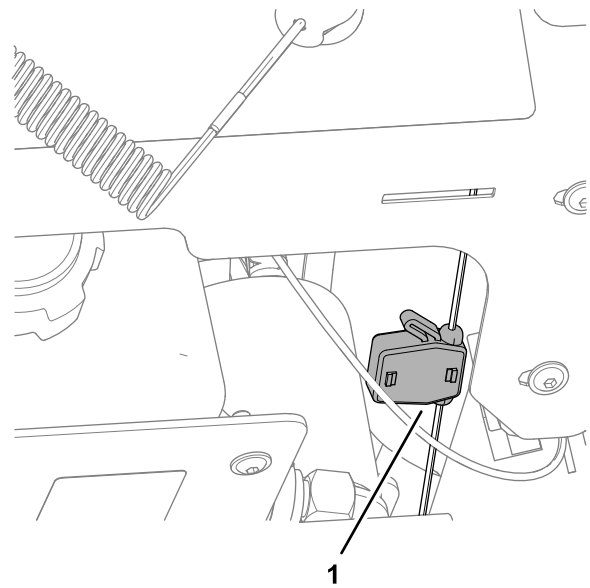
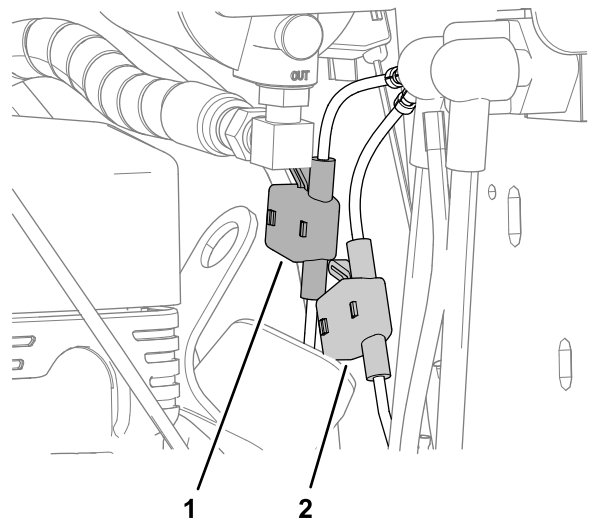

Figura 85
Figura 86
2. Abra la tapa del portafusibles (Figura 85 o Figura 86).
3. Retire el fusible del zócalo del portafusibles (Figura 85 o Figura 86).
4. Instale un fusible del mismo tipo en el zócalo del portafusibles (Figura 85 o Figura 86).
5. Cierre la tapa del portafusibles hasta que la tapa se enganche firmemente (Figura 85 o Figura 86).